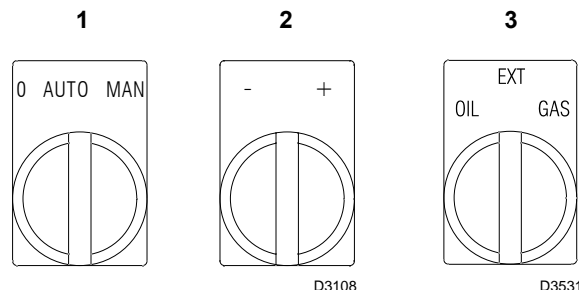

图 31
闭合远程控制装置，并将转换开关 1)( 图 31) 置于 "MAN" 位置。确认连接电磁阀的指示灯或测试仪，或电磁阀上的指示灯，显示无电压。如果存在电压，则立即将燃烧器停机，检查电气连接。
- 2 使用转换器 3)( 图 31)；
将转换器 3)( 图 31) 置于 "EXT" 位置，可启动远程燃料选择功能。